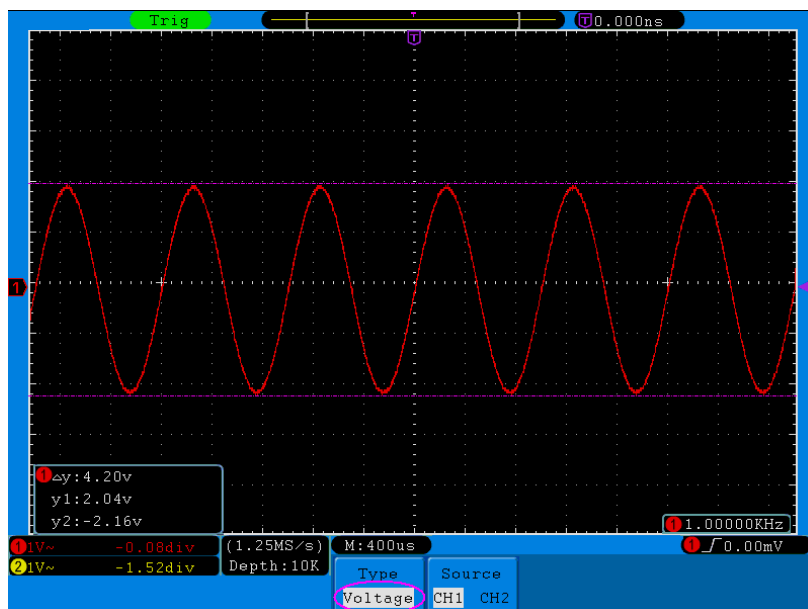

図 5-62 波形の電圧カーソル測定
4. 被測定波形をもとに、2 つのチャンネルの垂直位置(VERTICAL POSITION)ツマミを回してカーソル 1、カーソル 2 の位置を調節します。波形の左下にあるカーソルウィンドウにはカーソル 1 とカーソル 2 の電圧差の絶対値及び 2 つのカーソル現在位置が表示されます(図 5-62 参照):